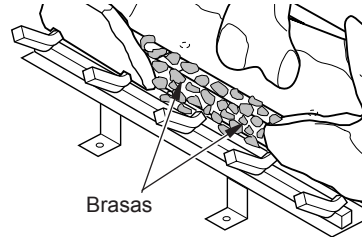

Figura 50 - Colocación de brasas en el quemador
8. Separe las brasas en piezas de tamaño menor al de una moneda de 10 centavos. Ponga las piezas, de forma libre y aleatoria, directamente sobre la parte expuesta del quemador anterior y en los espacios entre el quemador y las puntas de la parrilla (consulte la figura 50). Esto producirá la apariencia de brasas incandescentes cuando las llamas toquen las brasas. No obstruya las ranuras de aire colocando demasiadas brasas en un solo